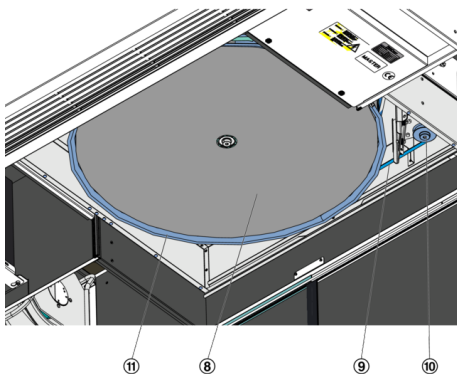

Abb. 93: RWT-Gehäuse zur Wartung geöffnet
6. ▶ Die Speichermasse (Abb. 93/8) hängt an der oberen Aufhängung. Der Antriebsriemen (Abb. 93/9) kann geprüft bzw. gewechselt werden.
7. ▶ Neuen Riemen um die Speichermasse legen und über den gesamten Umfang bis auf die Höhe der Riemenscheibe (Abb. 93/10) fluchtend ausrichten.